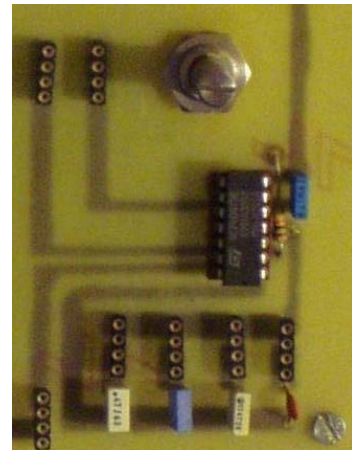

Fig. 3
- d. Generatore di clock con frequenza regolabile da 4,4Hz a circa 97KHz (fig. 3);